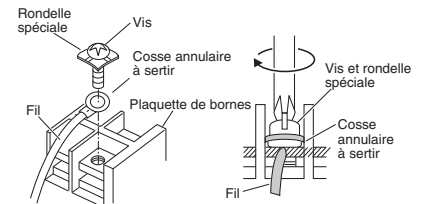

Fig. 5-4
- Placez la borne à anneau de pression, remplacez et serrez la vis de borne enlevée en utilisant un tournevis. (Fig. 5-4)